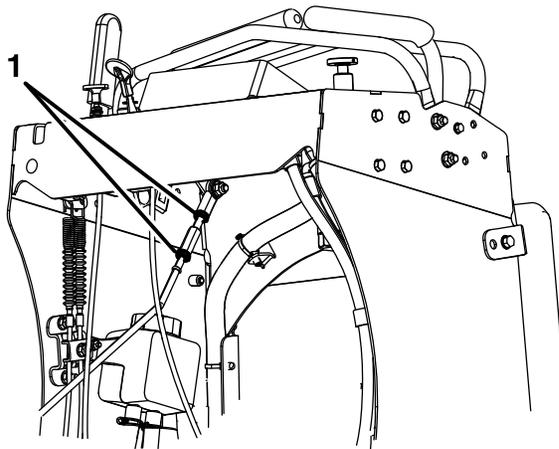

Figure 47
- A. Laissez les leviers de commande revenir au point mort et desserrez les deux écrous de blocage sur la tringlerie de réglage hexagonale (Figure 47).
- C. Resserrez les écrous de blocage (Figure 47).